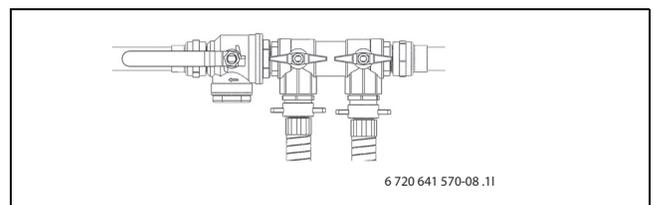

Fig. 26 Kits de remplissage en mode normal
- ▶ Placer les vannes du dispositif de remplissage en position normale (→ figure 26) et arrêter la pompe de la station de remplissage.